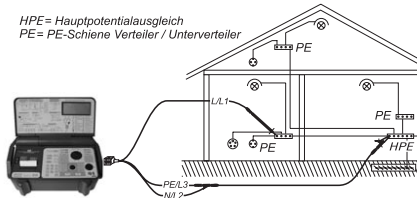

Bild 6.2.1 Anschluss der Messleitungen
▶ Schliessen Sie die 3-polige Messleitung an den Messanschluss (17) des UNITEST 0100-Expert plus an.
▶ Verbinden Sie die Messleitungen mit dem Prüfling gemäss Bild 6.2.1 oder 6.2.2.